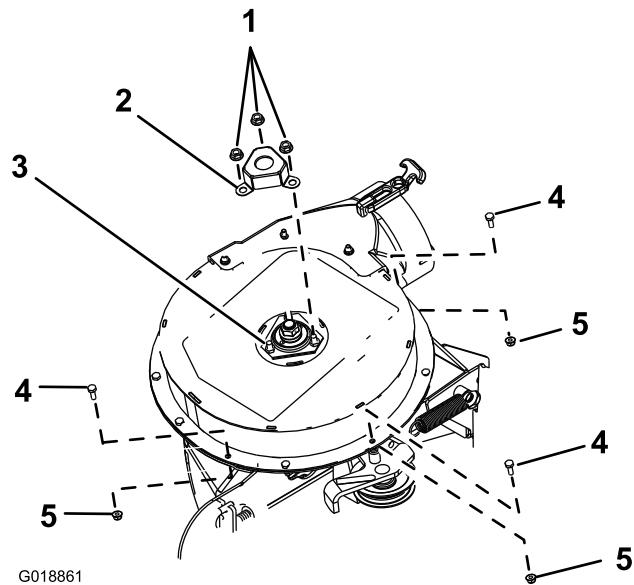

図6
1. シャフトカバーをプロア・アセンブリに固定しているナット鋸歯ナットを外す図6。
2. シャフトカバーを取り外して廃棄する図6。
3. 図6に示すように、プロアハウジングから、六角ヘッドボルト $1/4 \times 3/4$ インチ3本とロックナット $1/4$ インチ3個を外す。